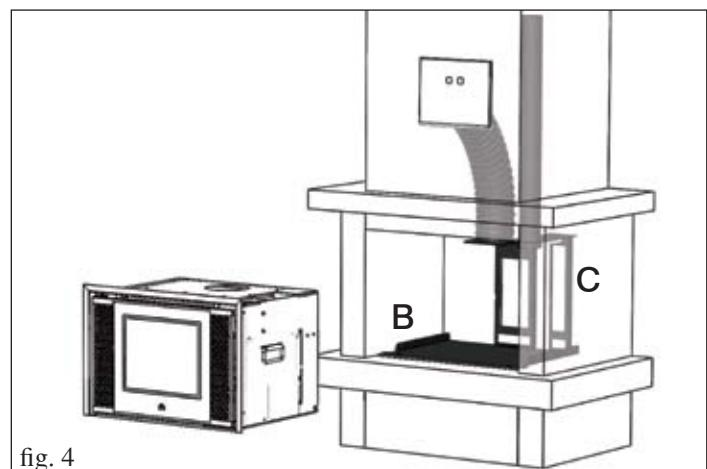

fig. 4
- Die Grundplatte (**B**) des Kits in der für INPELLET 49 bestimmten Position installieren (Abb. 4).